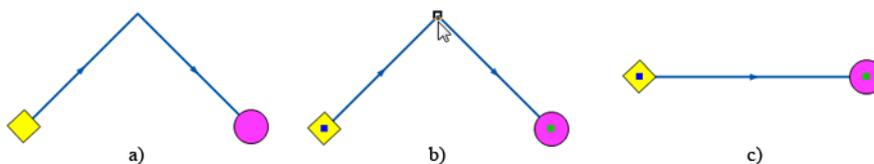

Рисунок 6.9. Удаление точки перелома
2. Отметить удаляемый узел, для этого подвести курсор к удаляемому узлу и нажать левую клавишу мыши. Отмеченный узел будет выделен квадратом черного цвета (смотрите Рисунок 6.9, «Удаление точки перелома»б);
- Нажать кнопку  панели инструментов или клавишу Delete клавиатуры, либо щелкнуть правой кнопкой мыши и выбрать Удалить точку перелома. Точка перелома будет удалена и участок автоматически выпрямится. (смотрите Рисунок 6.9, «Удаление точки перелома»с).